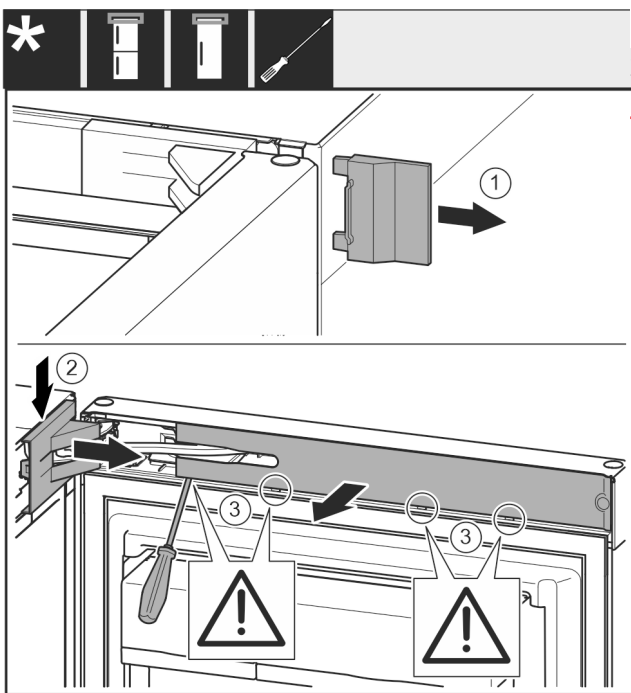

Fig. 10
► Vegye le a fedelet Fig. 10 (1).
► Pattintsa ki és oldja ki a csapágybak fedelét Fig. 10 (2).
► Vegye le a csapágybak fedelét Fig. 10 (2).
► Pattintsa ki a takarólemezt Fig. 10 (3) lapos csavarhúzóval, és fordítsa oldalra.